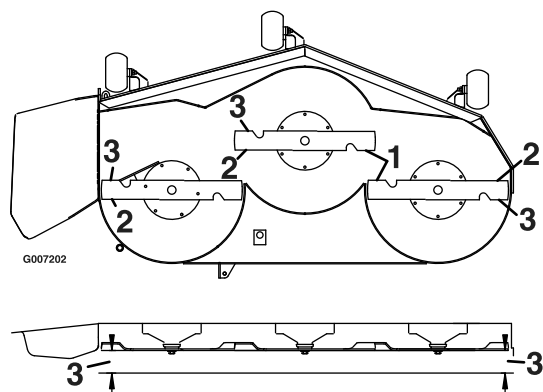

Figura 67
4. Meça entre as extremidades de corte exteriores e a superfície plana (Figura 67).